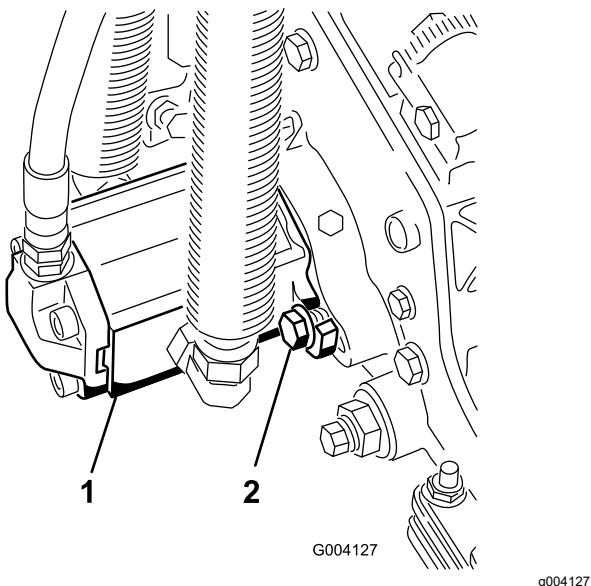

Figura 32
3. Instale el motor girándolo en el sentido de las agujas del reloj de modo que las bridas del motor no choquen con los pernos (Figura 32).